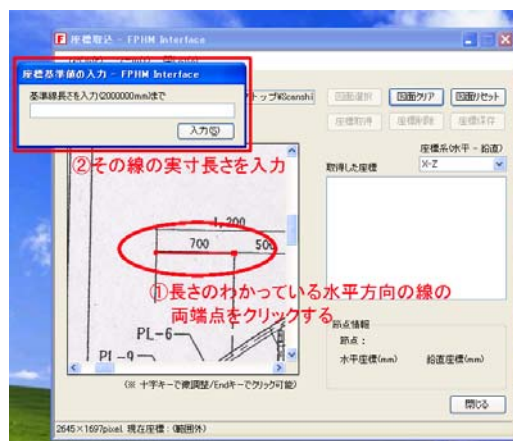

図 7. 水平方向/長さ基準線の決定
- (3) 水平軸方向線(水平長さ基準線を兼ねる)を指定する端点 2 点(傾き-45~45°)をクリックします。線が引かれ、テキスト入力ウィンドウが現れますので、その線の「全体座標系における長さ」を入力します(図 7)。